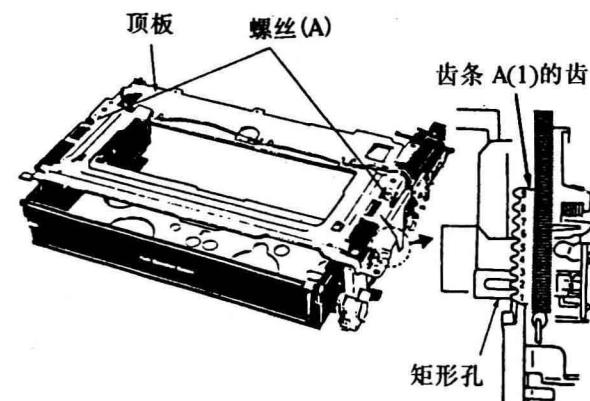
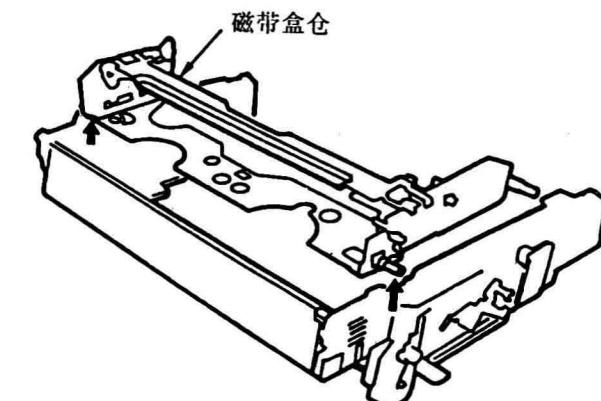

图78
图81
- ④移动一点磁带盒架,使齿条A(1)齿的第2个齿尖进入矩形孔的中心,如图78所示;
- 步骤: ①转动主导电机,录象机处于停止(FF/REW)位置(参见“没有磁带盒仓时,如何看机械运动”一节内容);
②旋下两个螺丝(A),如图78所示;
③卸下顶板;
④取出磁带盒支架,如图81所示;